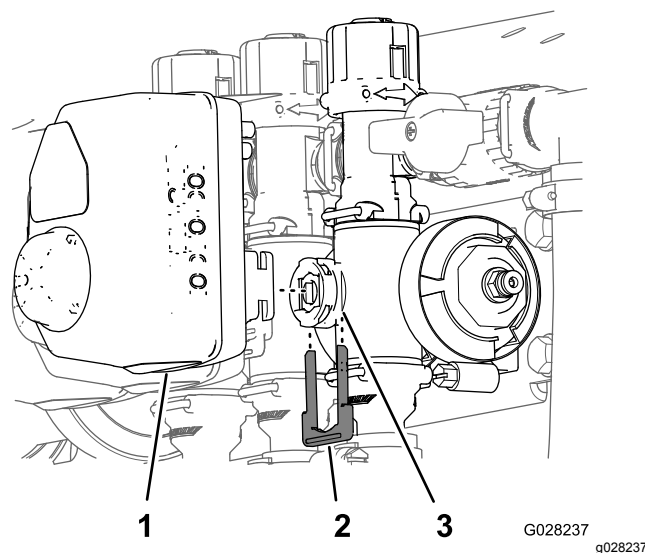

Figura 97
3. Retire la horquilla de retención que sujeta el actuador al distribuidor de la válvula de control de caudal, la válvula de agitación, la válvula maestra o la válvula de sección de los brazos (Figura 97).